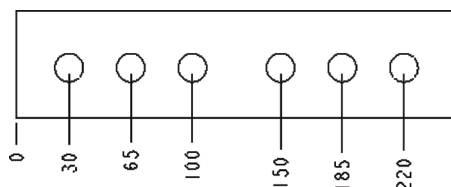

图 11-62 创建纵坐标尺寸
7) 使用和步骤 6) 同样的方法，为其他圆创建纵坐标尺寸，完成效果如图 11-62 所示。然后在“选择参考”对话框中单击  (关闭) 按钮。